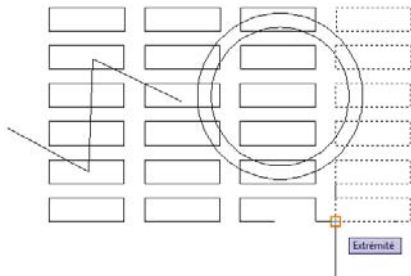

Figure 3.114
1. Activez l'outil Rotation, choisissez les objets (nous allons choisir la colonne de rectangles de droite), validez puis indiquez un point de base (ici, le côté d'un rectangle) [voir Figure 3.114].